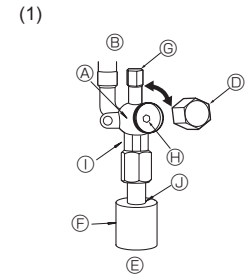
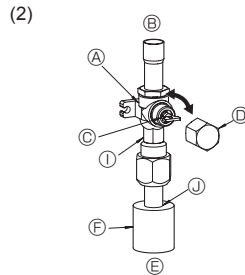

Fig. 4-6
Fig. 4-7
- (1) Kapama vanasının sıvı tarafı (Fig. 4-6)
- ① Başlığı çıkarın ve 4 mm'lik bir altgen somun anahtarıyla vana çubuğunu gidebileceği yere kadar saat yönünün tersine döndürün. Tampona dayanınca döndürmeye son verin. (Yaklaşık 10 devir)
- ② Stop valfinin tamamen açık olduğundan emin olun ve başlığı çevirerek tekrar ilk konumuna getirin.
- (2) Kapama vanasının gaz tarafı (Fig. 4-7)
- ① Başlığı çıkarın, kolu kendinize doğru çekin ve açmak için saat yönü tersinde 1/4 tur döndürün.
- ② Kapama vanasının tamamen açıldığından emin olun, kolu itin ve başlığı çevirerek ilk konumuna getirin.